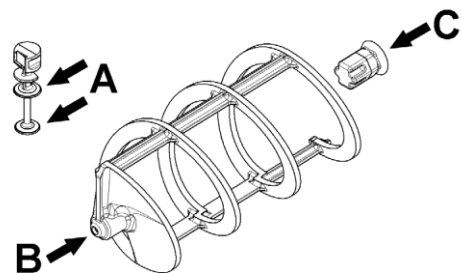

Рис. 9
- 2 Смазать поршень крана, шестигранное соединение и миксер в точках, указанных на Рис. 9, смазкой, поставляемой вместе с фризером или смазкой для пищевого оборудования.